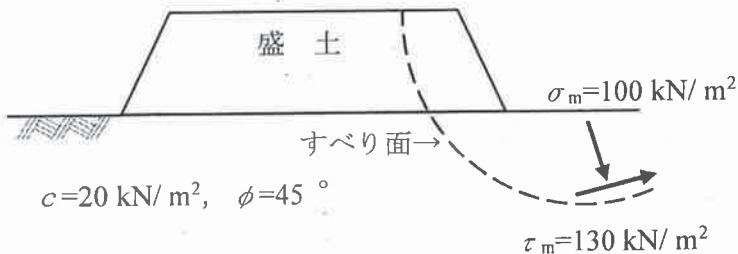

図5.1：すべり面の状況
- (2) ある土について調べたら粘着力 $c=20 \text{ kN/m}^2$ 、せん断抵抗角 $\phi=45^\circ$ であった。図5.1に示すとおり、この土のすべり面上には $\sigma_m=100 \text{ kN/m}^2$ と $\tau_m=130 \text{ kN/m}^2$ が作用している。この面で発揮することのできる土のせん断強さ τ を求めよ。